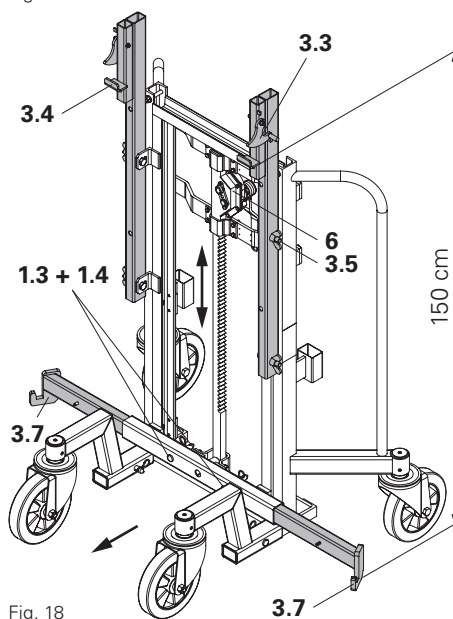

Fig. 18
(Fig. 18)
3. Pre-regolare l'altezza di presa con il verricello a cremagliera (6). (Fig. 18)